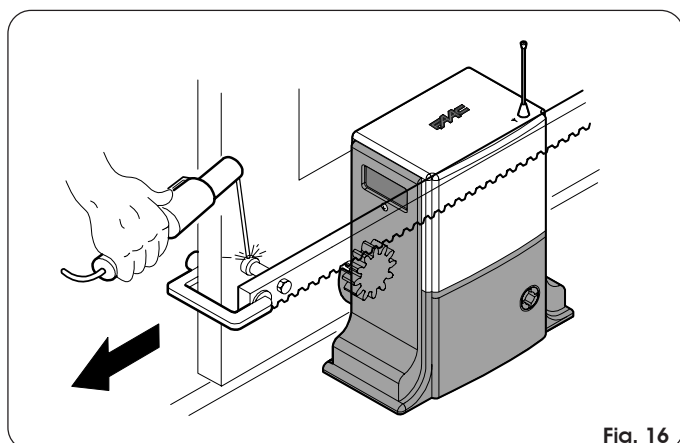

Fig. 16
- 3) Apoye sobre el piñón la primera pieza de cremallera a nivel y suelde el pasador roscado en la cancela, como se indica en la Fig. 16.